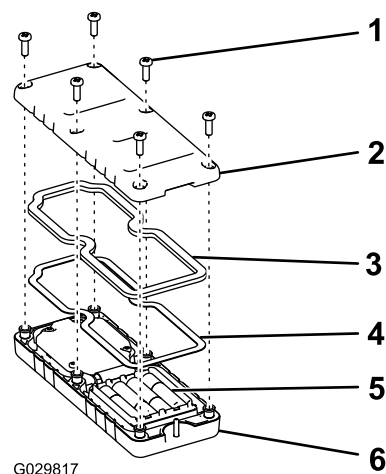

Figura 27
1. Retire os seis parafusos da parte posterior do comando à distância e retire a cobertura (Figura 27).
5. Coloque a tampa e prenda-a com os seis parafusos previamente removidos (Figura 27) e aperte-os com uma força de 1,5 a 1,7 N·m.